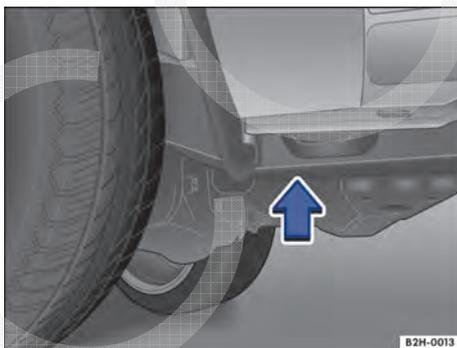
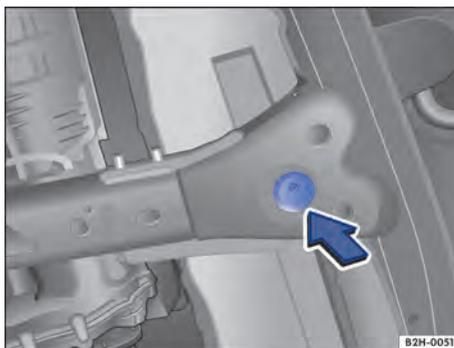
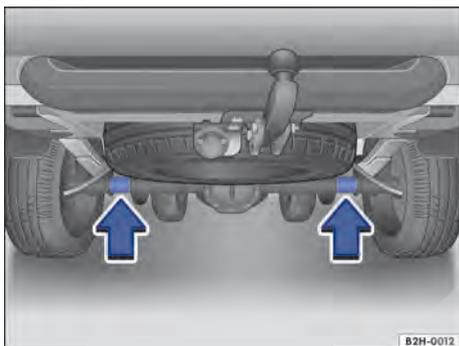

Fig. 158 Pelo lado: ponto de apoio dianteiro do macaco.
Fig. 159 Por baixo: ponto de apoio dianteiro do macaco.
Fig. 160 Pontos de apoio traseiros do macaco.
O macaco deve ser colocado somente nos pontos de apoio mostrados ⇒ Fig. 158 ou ⇒ Fig. 160. Deve ser considerado o ponto de apoio localizado junto à roda correspondente ⇒ .
5. Procurar o ponto de apoio dianteiro do macaco ⇒ Fig. 158 ou traseiro ⇒ Fig. 159 que se encontra mais próximo da roda a ser trocada.
8. Verificar se o macaco se encontra embaixo das áreas marcadas na dianteira ⇒ Fig. 158 ou na traseira ⇒ Fig. 160.
9. Alinhar o macaco e simultaneamente girar mais para cima até que a área de apoio do macaco encoste no ponto de apoio ⇒ Fig. 159 ou numa das depressões ⇒ Fig. 161.
- Posicionar o macaco somente nos pontos descritos ⇒ Fig. 158 ou ⇒ Fig. 159.
O macaco deve ser colocado somente nos pontos de apoio mostrados ⇒ Fig. 158 (visto pela lateral) ou ⇒ Fig. 159 (visto por baixo).
O macaco deve ser colocado somente nos pontos de apoio mostrados ⇒ Fig. 160 (setas).